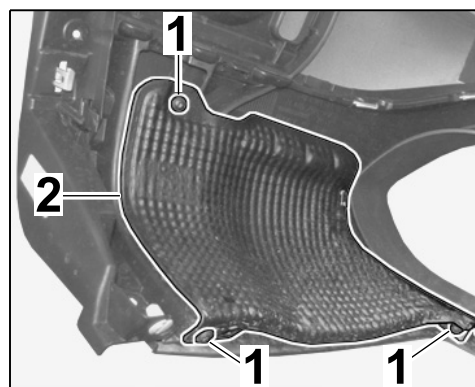

Рис. 7
3.6 Установить теплозащитный экран справа $\Rightarrow$ Рис. 7 -2- и слева, затянуть винты $\Rightarrow$ Рис. 7 -1-.